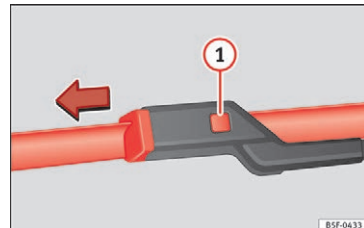

Fig. 62 Udskiftning af viskerblade til forruden
- Hold udløserknappen »» **Fig. 62**  inde, og træk forsigtigt viskerbladet af i pilens retning.